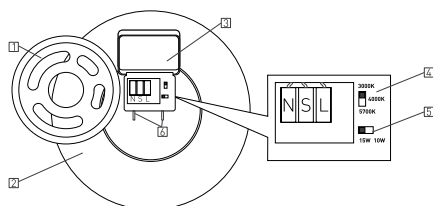

Рис. 1. Установка и настройка светильника
- Перед установкой светильника следует настроить требуемый режим работы. Для этого предусмотрены DIP-переключатели режима мощности [5] и переключатель ССТ [4], расположенные внутри светильника. Для доступа к ним необходимо снять монтажное основание [1], повернув его против часовой стрелки относительно корпуса светильника [2] (см. рис. 1), и открыть крышку коммутационного отсека [3], зажав держатели [6] и поднимая крышку [3] вверх.